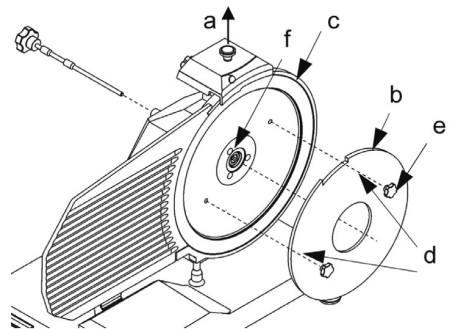

Abb. 5 – Anlegen der Vorrichtung aus Plexiglas (b) zum Abnehmen des Messers
Um das Messer von der anderen Seite zu waschen, muss man es abnehmen (Siehe Abb. 5).
- Abdeckung des Messers abnehmen (Siehe Abb. 5);